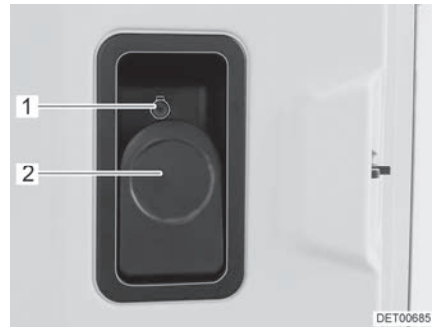

Fig. 31 Serrure de la porte (porte cellule à l'intérieur)
- Tirer le levier (Fig. 31,2).
- Enfoncer le bouton de sécurité (Fig. 31,1).